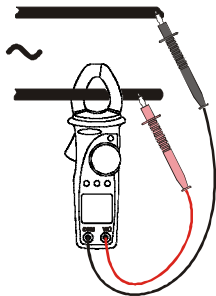

Рис. 12: измерение мощности и энергии в однофазных системах
2. Обхватите клещами только один провод по меткам позиционирования (см. раздел 5.1.2. и рис.12).
4. Подключите щупы к цепи (см. рис. 12). На дисплее отобразится значение измеренной активной мощности и символ "AC".
2. Откройте зажимные клещи и обхватите только один провод. Обратите внимание на метки позиционирования (см. раздел 5.1.2. и рис.12).
4. Подключите испытательные щупы с цепью (см. рис. 12). На дисплее отобразится значение измеренной активной мощности и символ “**АС**”.